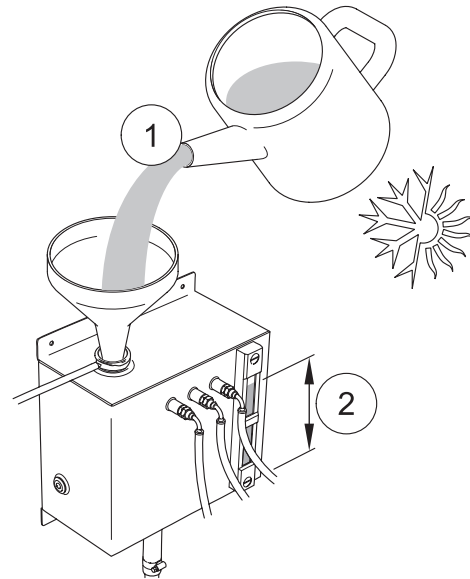

Figure 40
- 3 Reliez le flexible d'entrée principal au moteur (3).
- 4 Remplissez le vase d'expansion d'un mélange antigel à 50 % comme indiqué à la Figure 40 (1) jusqu'au point maximum indiqué sur le viseur de niveau (2). (Reportez-vous au dossier d'information client sur le site Web de Perkins Marine pour connaître les spécifications correctes du liquide de refroidissement).